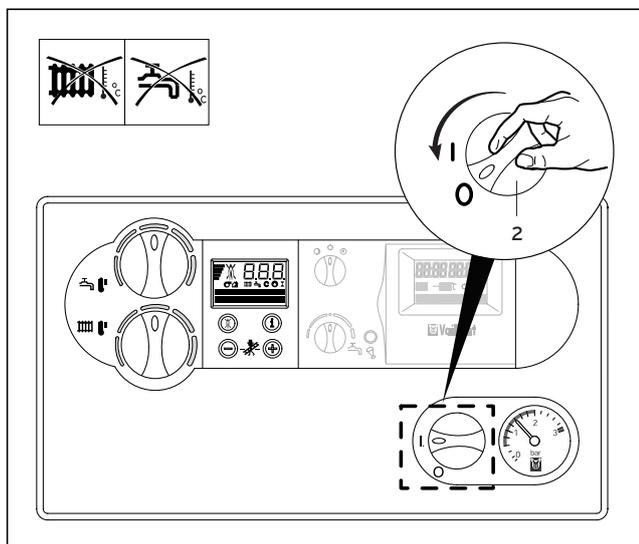

Fig. 3.13 Spegnimento completo
- Ruotare l'interruttore principale (2) su "0" (fig. 3.13).